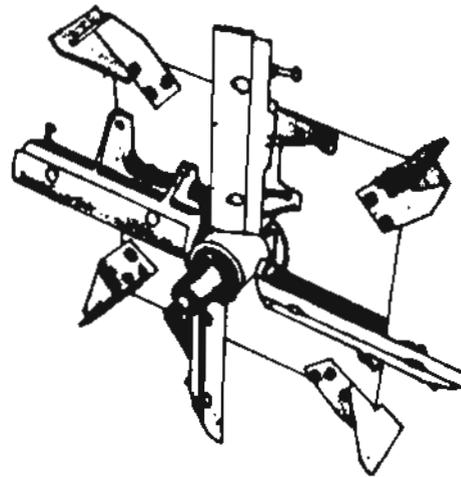

Fig. 6
*Con doble picado.* Estos aperos constan de un rotor de corte provisto con martillos o cuchillas (fig. 1) que gira en sentido perpendicular a la dirección de la marcha. El material así cosechado es enviado hacia un tornillo sin fin o conductor que lo transporta hacia un cabezal de corte y soplado (fig. 6).